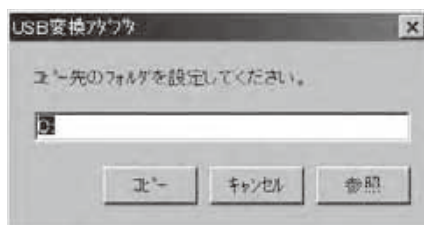
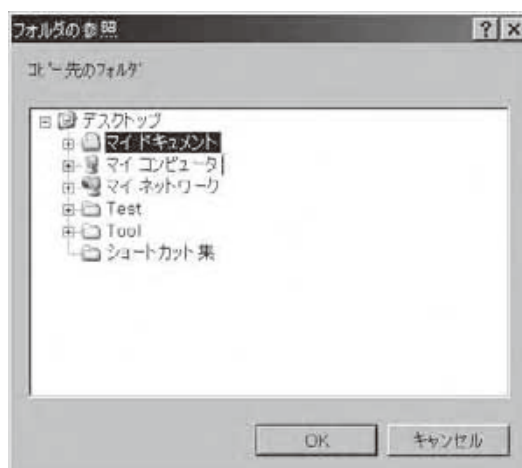

図 1.10 コピー先フォルダ指定画面
図 1.11 コピー先フォルダ参照画面
- ③ ドライバのインストール先を聞いてきます。そのままでよければ「コピー」をクリックしてください。変更したい場合は手入力、もしくは「参照」を押し、コピー先フォルダを設定してください。コピー先フォルダ参照画面 (図 1.11) ではコピーしたい先のフォルダをクリックし、選択した後に「OK」をクリックしてください。「OK」を押したらコピー先フォルダ参照画面 (図 1.11) が消え、選択したフォルダのパスがコピー先フォルダ指定画面 (図 1.10) に表示されます。
- ⑥完了画面（図 1.13）が表示されましたら、OK をクリックしてください。完了画面（図 1.13）が消えます。次にコピー先フォルダ指定画面（図 1.10）の「キャンセル」をクリックしてください。コピー先フォルダ指定画面（図 1.10）が消えます。